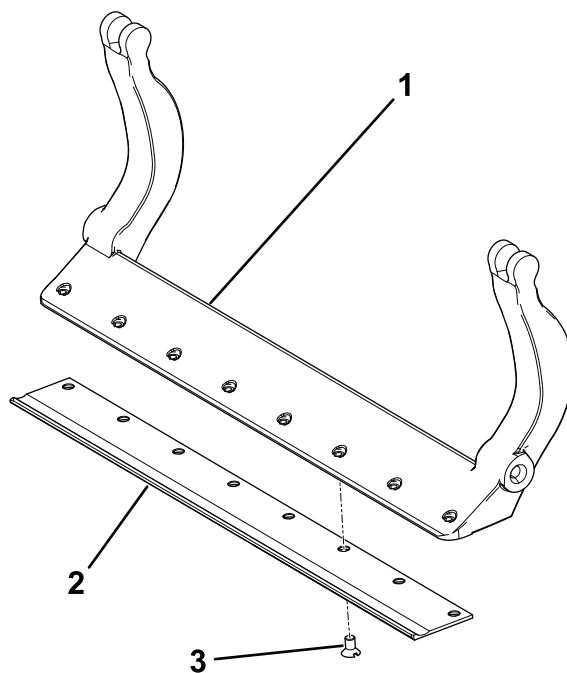

Figure 35
- A. Serrez les 2 vis à extérieures à 1 N·m ; voir Figure 35.
- B. En partant du centre de la contre-lame, serrez les vis à un couple de 23 à 28 N·m ; voir Figure 35.
3. Appliquez du produit antigrippant sur les vis et montez la contre-lame sur la barre d'appui comme suit (Figure 35) :